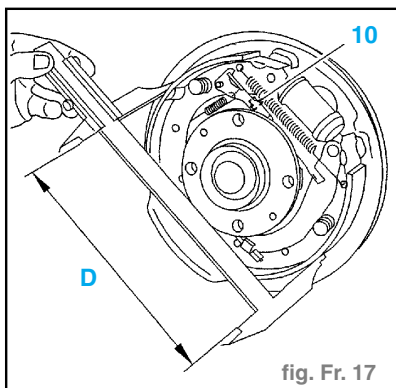

fig. Fr. 17
- Agir sur la molette (10) pour obtenir un diamètre de : **D = 225 mm.** (fig. Fr. 17)
- le tambour (2),
- les vis (1), serrage à **1 daN.m.**